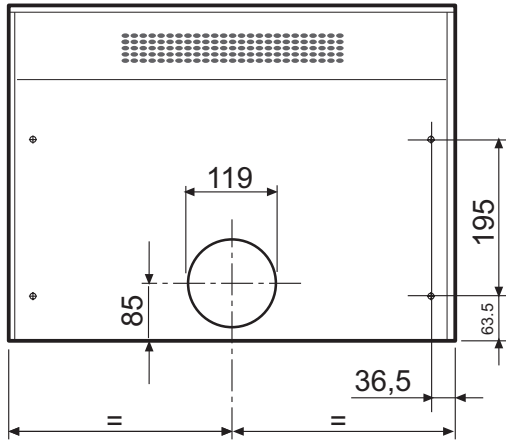

Fig. 6 - Abb. 6 - Obr. 6
- Desde el interior del armario mural se insertarán los 4 tornillos que vienen en la dotación 4,2x35 y ajustarles en los puntos correspondientes del mueble (Fig. 6).